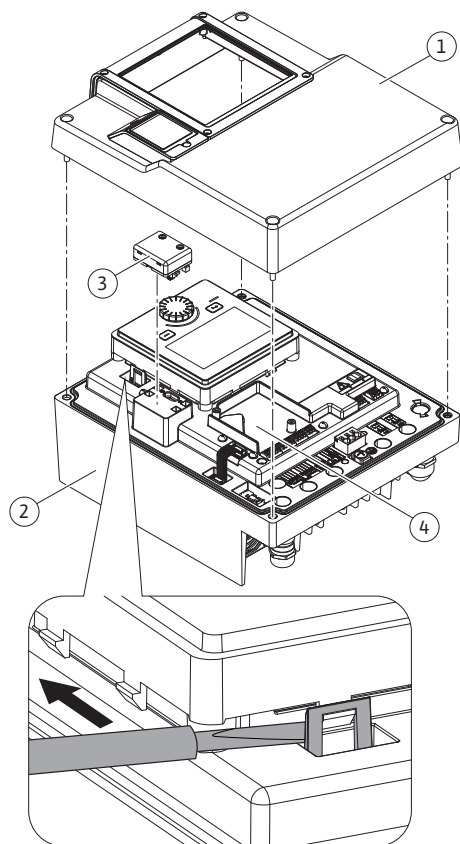
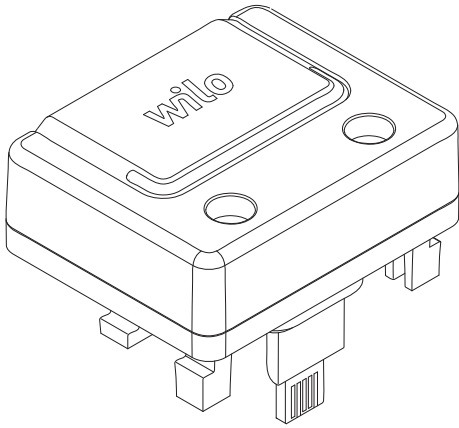

Fig. 25: Електронний модуль
Fig. 26: Модуль Wilo-Smart Connect BT
1. Обережно відкрити фіксатори (Fig. 25) інструментом (наприклад, викруткою).
Інтерфейс Bluetooth модуля Wilo-Smart Connect BT (Fig. 25, поз. 3 і Fig. 26) призначено для підключення до мобільних пристроїв, як-от смартфон і планшет. Функція Wilo-Smart Connect розміщена в додатку Wilo-Assistant. За допомогою функції додатка Wilo-Smart Connect можна керувати насосом, налаштувати його та зчитувати дані з нього. Налаштування див. в главі «Уведення в експлуатацію» [► 163].
1. Викрутити чотири гвинти верхньої частини електронного модуля (Fig. 25, поз. 1; Fig. 1, поз. 2).
3. Уставити модуль Wilo-Smart Connect BT у відповідний інтерфейсний пристрій Wilo-Connectivity Interface. Див. Fig. 25, поз. 3.
Модулі CIF (додаткове приладдя) призначено для обміну даними між насосами та BMS. Модулі CIF встановлюються в електронний модуль (Fig. 25, поз. 4).